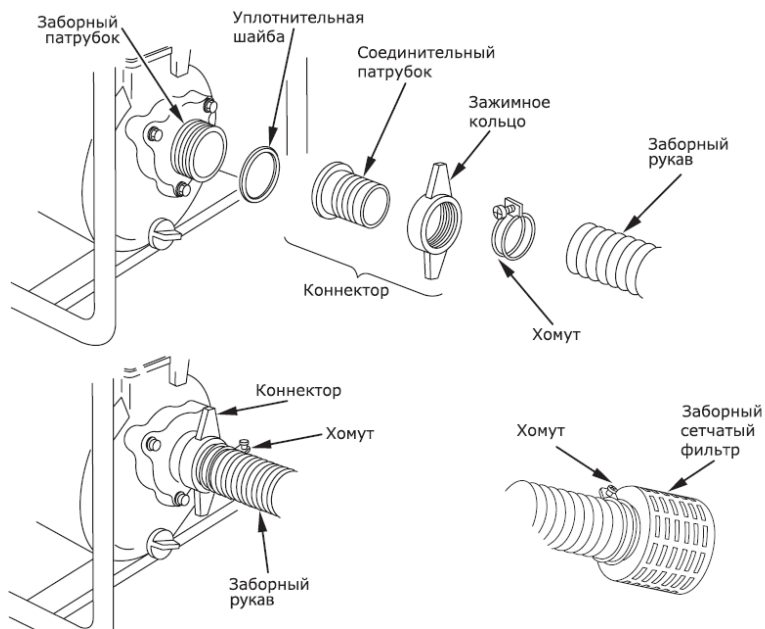

Рис. 4
- подсоедините заборный сетчатый фильтр к заборному шлангу при помощи хомута (рис. 4)